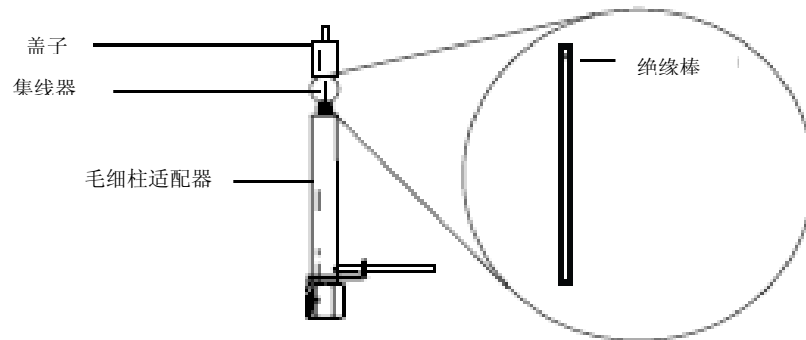

Figure 2 The μ ECD adapter
- 2 检查集线器。如果损坏则须更换并重新装上盖子。刻痕必须在适配器盖子边缘（见图 2）。
图 2 μ ECD 适配器